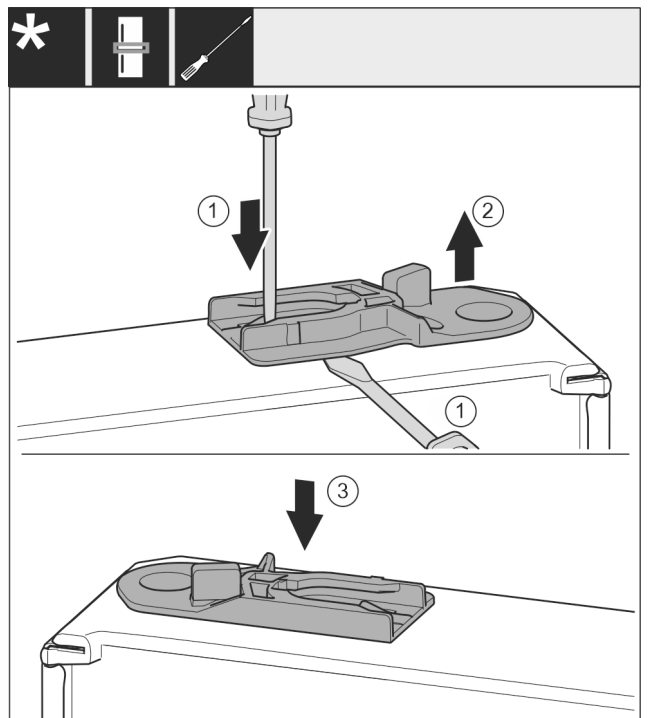

Fig. 39
- ▶ Geleidebus uittrekken: Strip Fig. 39 (1) met platte schroevendraaier indrukken en gelijktijdig een platte schroevendraaier onder de geleidebus Fig. 39 (2) plaatsen.
- ▶ In de leveringsomvang meegeleverde geleidebus Fig. 39 (3) in de andere behuizingszijde schuiven.